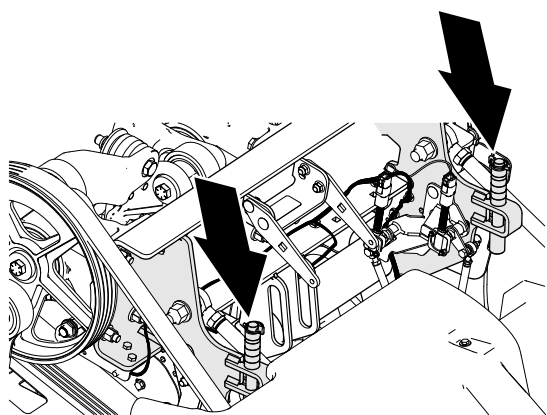
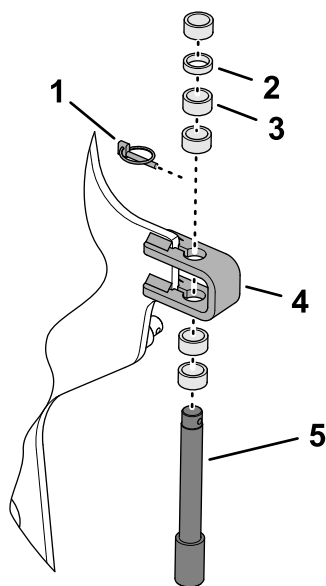

Figura 111
Figura 112
3. Remova o pino de segurança que prende o pino de limite de profundidade e os espaçadores ao suporte angular (Figura 111 e Figura 112).